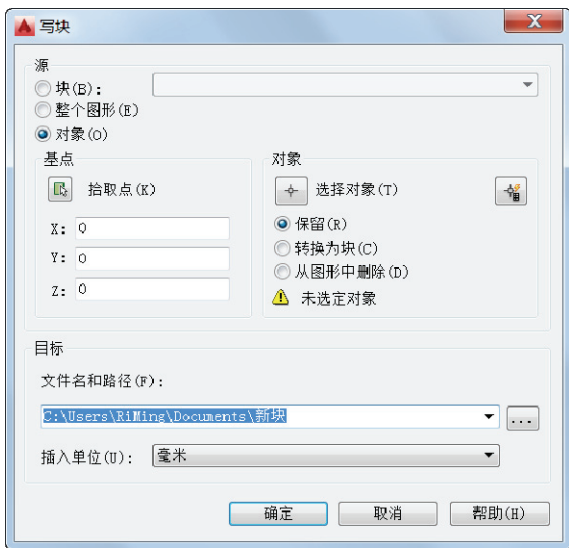

图 9-7 “写块”对话框
- 2** 在功能区“插入”选项卡的“块定义”面板中单击“写块”按钮，或者在命令行中输入“WBLOCK”并按〈Enter〉键，系统弹出图 9-7 所示的“写块”对话框。